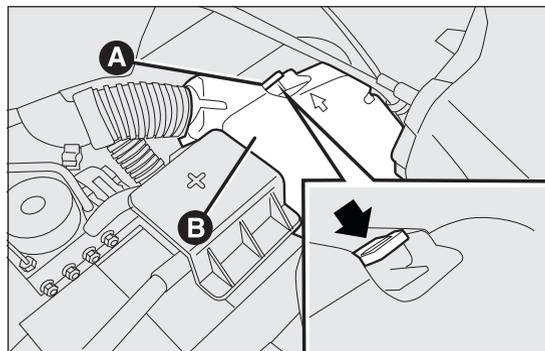

fig. 159
- actuar en la aleta A fig. 159 y retirar la tapa B de protección de la caja de fusibles;
- desplazar la tapa hacia el faro; girándola hacia la izquierda (como lo indica la flecha) y luego quitarla fig. 159;